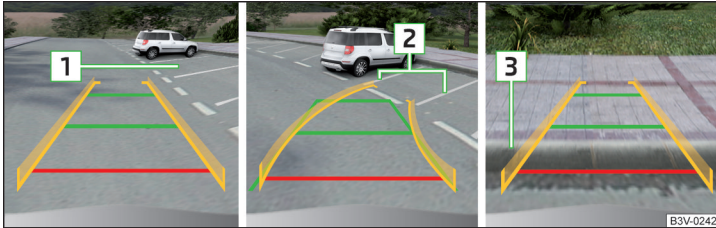

Abb. 278 Bildschirmanzeige
- › An der ausgewählten Parklücke **1** » Abb. 278 langsam vorbeifahren und das Fahrzeug anhalten.